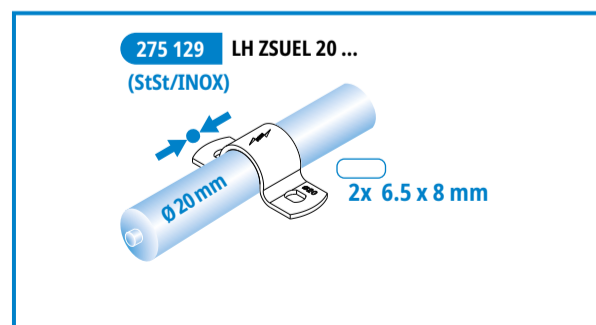

Fig. 4 用于安装时无需与建筑墙体保持距离
- ➔ without clearance between the conductor and wall (Fig. 4):
Fig. 4 für Montage OHNE Abstand zur Gebäudewand
- ➔ 与建筑墙体无需保持距离(图 4):